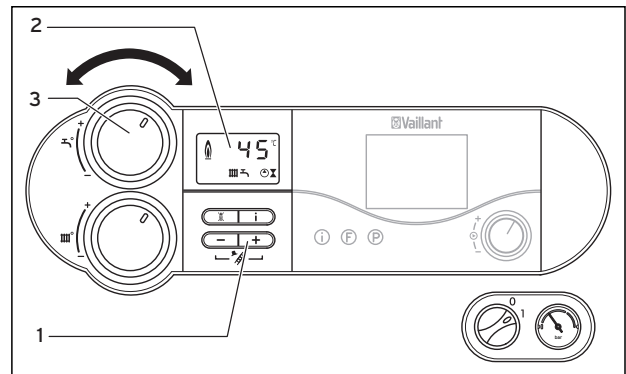

Abb. 4.6 Einstellung der Speichertemperatur
Bei Unterschreiten der eingestellten Speichertemperatur geht das Gerät selbsttätig in Betrieb und heizt den Speicher nach. Während der Speicherladung blinkt im Display **(2)** die Anzeige , siehe Abbildung 4.6. Bei Erreichen der von Ihnen eingestellten Speichertemperatur schaltet das Gerät selbsttätig ab. Die Pumpe läuft kurze Zeit nach.
- Drehen Sie hierzu den Drehknopf **(3)** zur Einstellung der Warmwassertemperatur auf Linksanschlag, siehe Abbildung 4.6. Die Solarfunktion wird deaktiviert, es bleibt eine Frostschutzfunktion für den Speicher aktiv.